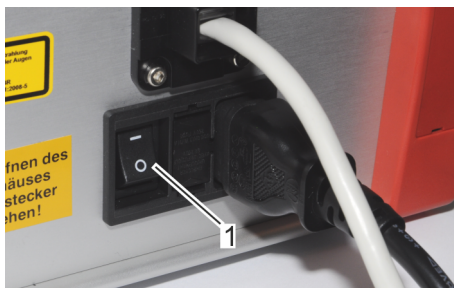

Abb. 13: Hauptschalter einschalten
2. ➤ *[Hauptschalter]* (Abb. 13/1) auf der Rückseite der Auswerteeinheit auf Position "I" stellen.